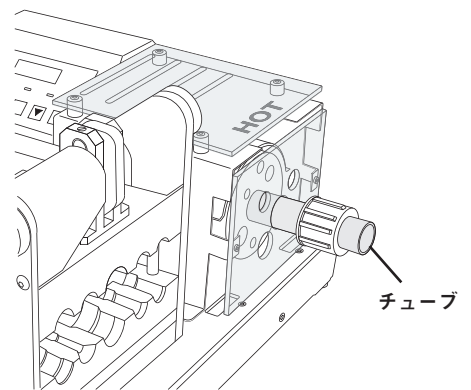

図6
3. 準備したチューブを、ヒーティング・ブロックの適合するチューブ外径サイズの穴に差し込み、底に当たるまで押し込みます。(図6参照)